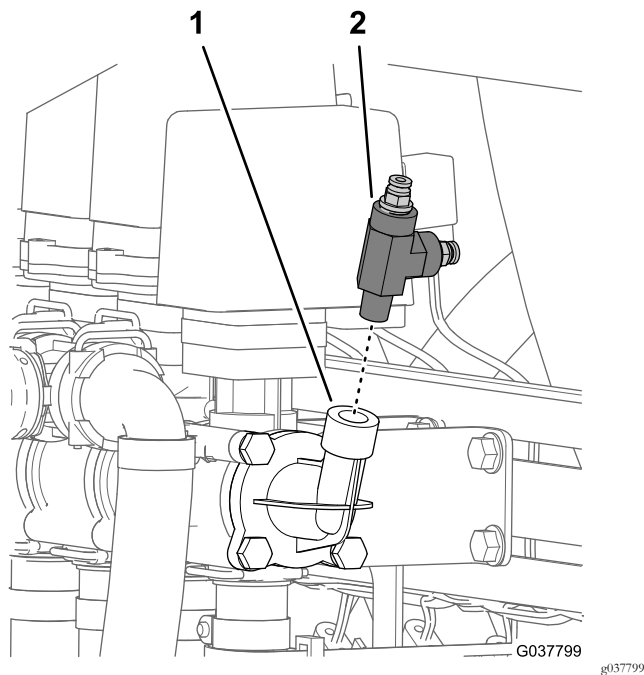

Figura 13
4. Rimuovete il raccordo a T dal raccordo del foro di pressione (Figura 13).